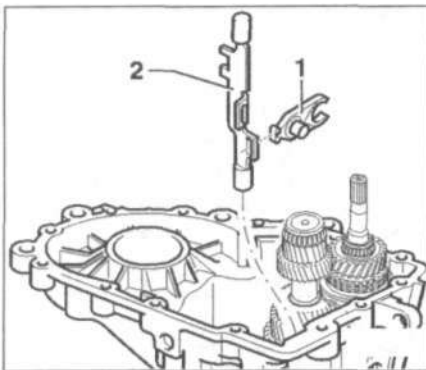

Рис. 8.39. Вставьте рычаг 1 передачи заднего хода в шток 2 включения передачи заднего хода.
29. Вставьте рычаг 1 передачи заднего хода в шток 2 включения передачи заднего хода (рис. 8.39). Установите их в сборе, но сначала вставьте рычаг в шестерню передачи заднего хода.